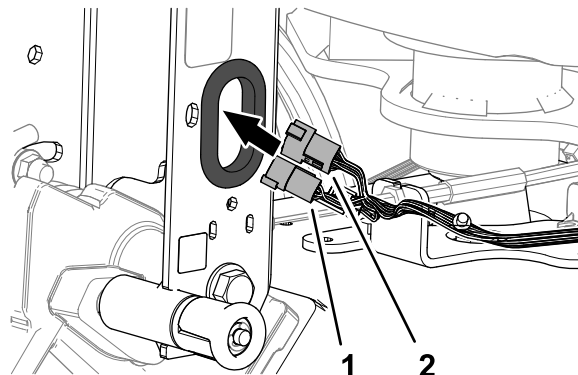

Figura 8
1. Enrute el conector de 6 pines y el conector de 12 pines del arnés de cables de la máquina a través del pasacables en el canal del manillar (Figura 8).